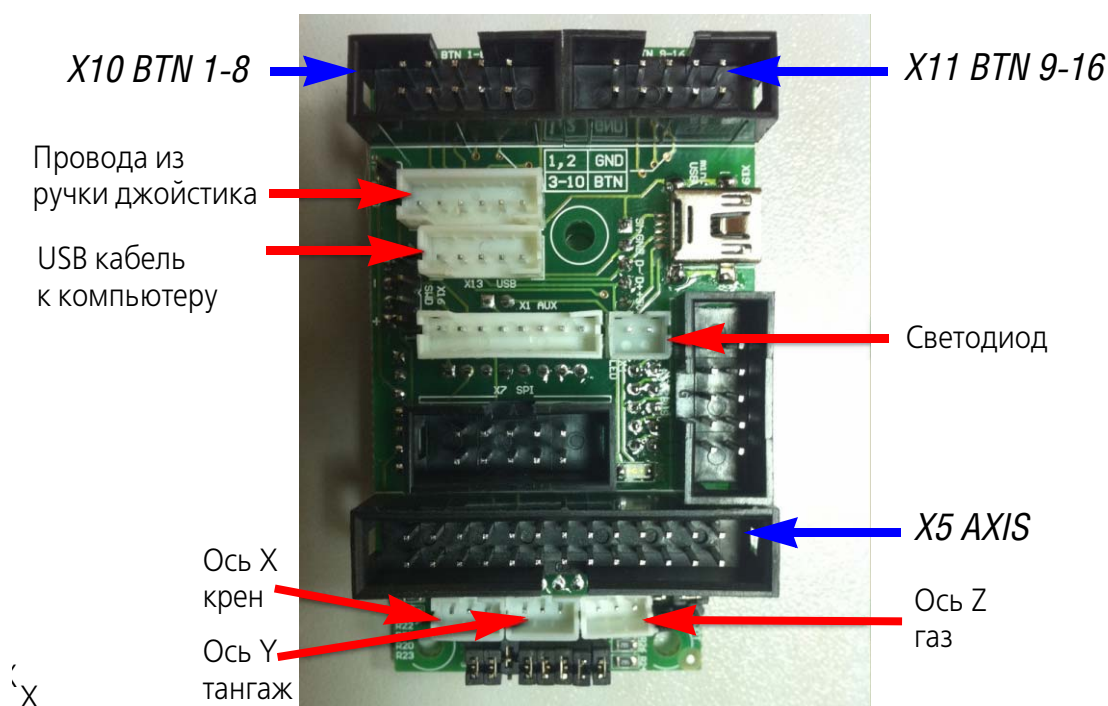

Рис. 2.8.
4. Подключите к разъемам контроллера жгуты джойстика и соединительный кабель USB в соответствии с рис. 2.8.